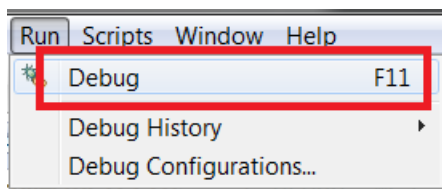

图 6. 调试 (Debug) 选项
3. 将项目下载至 collector-launchpad。要从运行 (Run) 选项卡进行下载，请选择调试 (Debug) 选项（请参见图 6）。